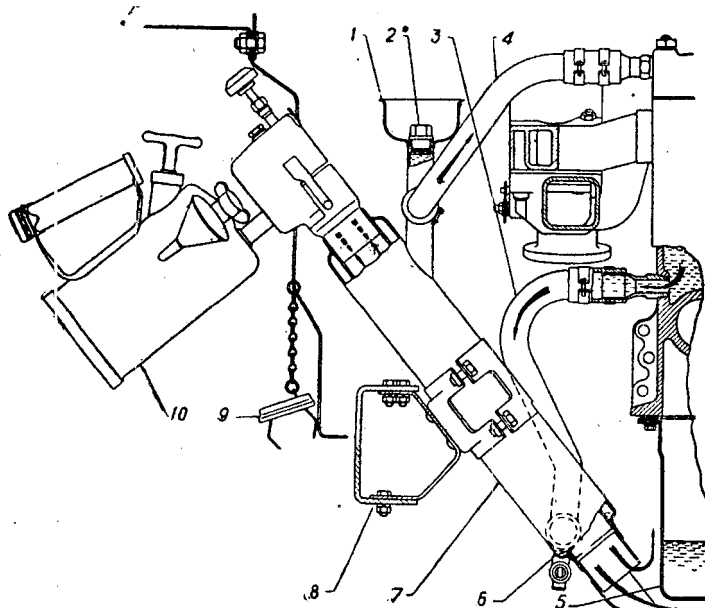

Рис. 3. Установка лампы в котел пускового подогревателя.
5. Снять крышку с котла пускового подогревателя, убавить несколько пламя лампы и ввести ее в жаровую трубу котла (рис. 3).